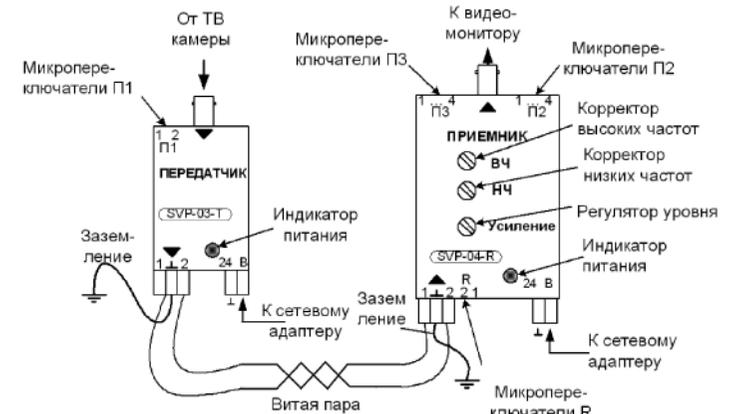

Рис. 1. Схема подключения и расположения органов регулировки SVP-03T, SVP-04R
3.1.2. Установить устройства на вертикальных поверхностях по месту (а устройства SVP-04-2Rack установить в модульный блок SVP-RM-BP-30) и подключить линию связи через соответствующие разъемы с соблюдением полярности витых пар на передатчике и приемнике. Для заземления устройств использовать контакт разъема для подключения к общей шине заземления (см. рис.1).